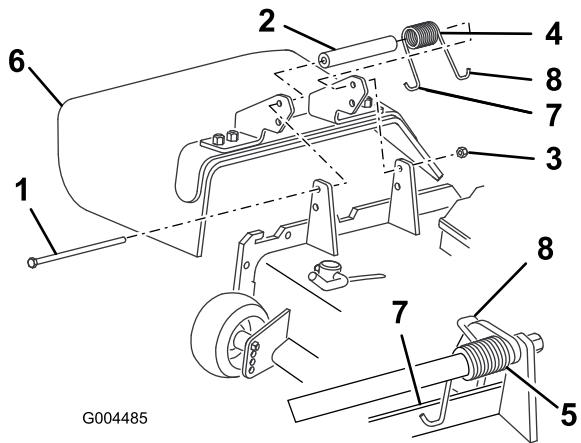

Figure 25
2. Retirez le contre-écrou, le boulon, le ressort et l'entretoise qui fixent le déflecteur aux supports de pivot (Figure 25). Enlevez le déflecteur s'il est endommagé ou usé.
3. Placez une entretoise et un ressort entre les supports du déflecteur d'herbe de rechange (Figure 25). Accrochez l'extrémité en J gauche du ressort derrière le bord du plateau de coupe.
**Remarque:** Accrochez l'extrémité en J gauche du ressort derrière le bord du plateau de coupe avant de mettre le boulon en place, comme indiqué à la Figure 25.
4. Remettez le boulon et l'écrou en place. Accrochez l'extrémité en J droite du ressort au déflecteur d'herbe (Figure 25).